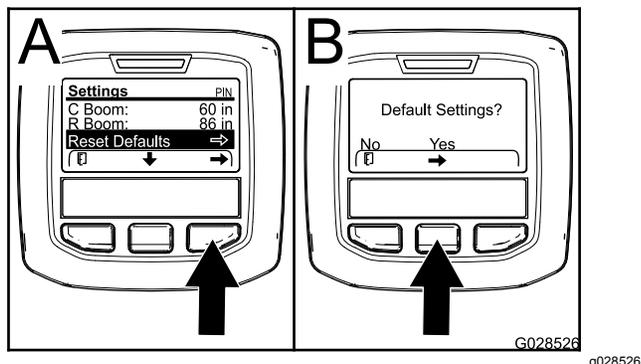

図 28
1. 中央ボタンを押して、「デフォルトに戻す」Reset Default ヘスクロールする **図 28**。
3. 「デフォルトに戻す」画面で、左ボタンを押すと No となり、右ボタンを押すと Yes となる **図 28**。